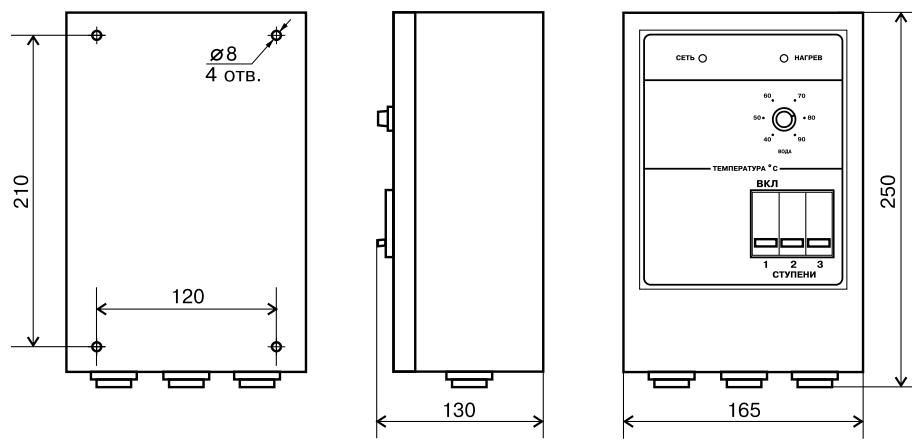

Рис.2 Габаритные и установочные размеры панели управления
4.2. Панель управления устанавливается возле котла и подключается в соответствии со схемой Рис.2. При включении первой секции вводного автомата в положение «ВКЛ» загораются светодиоды «СЕТЬ» и «НАГРЕВ», подается напряжение на схему управления, срабатывает коммутатор нагрузки KM и подключается первая ступень мощности ТЭНБ. Происходит разогрев воды в котле. Разогрев происходит до тех пор, пока температура прямой воды не достигает установленного уровня, при этом происходит отключение ТЭНБ и остыивание системы на несколько градусов. Температура, до которой остывает вода, на 5°C ниже установленной регулятором на передней панели. В дальнейшем происходит периодическое включение и отключение ТЭНБ с частотой, зависящей от теплоемкости системы. При включении секций вводного автомата, обозначенных «2» и «3», подключаются дополнительно вторая и третья ступени мощности ТЭНБ. Если температура обратной воды менее 10°C, то включается нагрев, который продолжается до момента повышения температуры обратной воды до указанной температуры или достижения температуры прямой воды 90°C. Это позволяет поддерживать необходимую температуру прямой воды и не позволяет разморозиться системе отопления при затухании котла.
5.2. Эксплуатация панели и электронагревательного блока должна осуществляться только при условии их подключения в соответствии со схемой подключений (Рис.2).